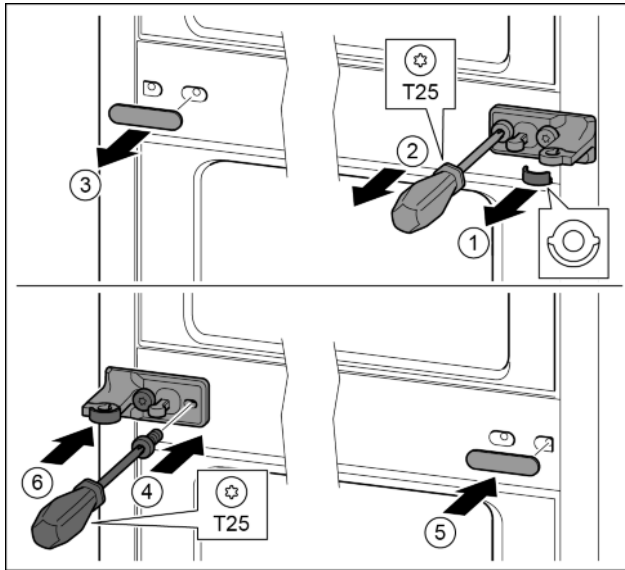

Fig. 14
- ▶ Estrarre lo spessore. Fig. 14 (1)
- ▶ Con il cacciavite T25 svitare le viti. Fig. 14 (2)
- ▶ Facendo attenzione, togliere la copertura. Fig. 14 (3)
- ▶ Avvitare il blocco di supporto con lamina ruotato di 180° sull'altro lato. Fig. 14 (4)
- ▶ Applicare la copertura ruotata di 180° sull'altro lato. Fig. 14 (5)
- ▶ Inserire lo spessore dal lato anteriore. Fig. 14 (6)